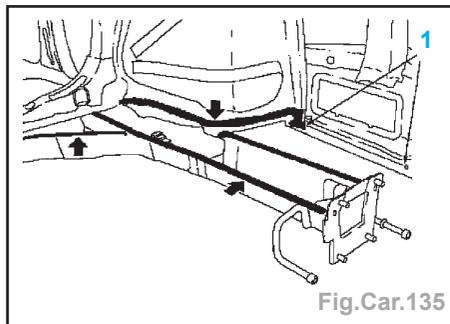

Fig.Car.135
- Appliquer la colle à structure pour carrosserie sur le passage de roue et la traverse (sur les deux côtés) (Fig.Car.135).